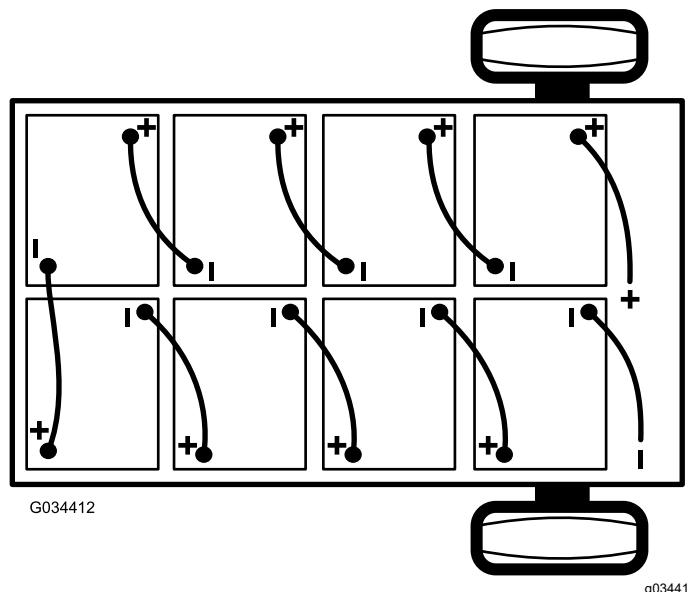

图 40
- 断开将电池盒连接至机器接地点的主负极电池接线黑色 图 40。
- 断开将电池盒连接至机器主接触器的主正极电池接线红色 图 40。
注意 安装新电池时要注意电池的极性 图 40。
- 使用步骤 1 中卸下的电池互连线如 图 40 所示将电池连接到一起。
- 连接电池盒与机器之间的正极主电池接线红色 图 40。
- 连接电池盒与机器之间的负极主电池接线黑色 图 40。